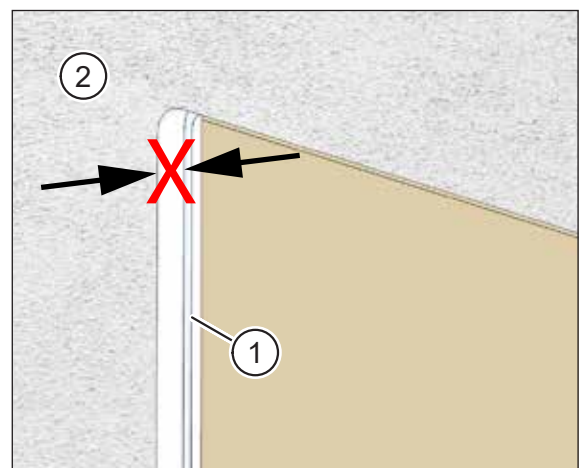

Abb. 32: Putz steht über Putzrahmen über
- Der Putz (Pos. 2 in Abb. 32) steht über den Putzrahmen (Pos. 1 in Abb. 32) über.